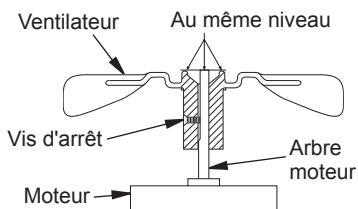

Figure 14 - Coupe transversale du ventilateur
6. Replacez le ventilateur sur l'arbre moteur. Placez le moyeu du ventilateur pour qu'il soit au même niveau que l'extrémité de l'arbre moteur (voir figure 14).